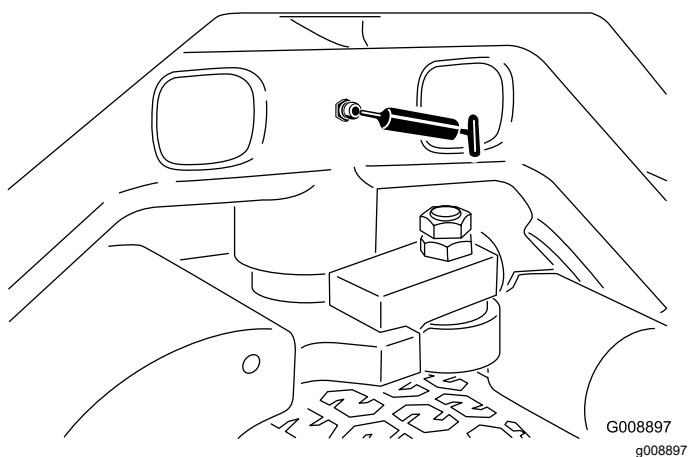

Figura 34
- Articulação da direção (Figura 34)